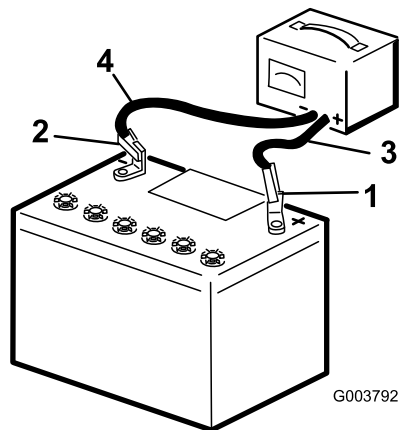

Figura 50
2. Încărcați bateria timp de 4 - 8 ore la 3 - 4 A (Figura 50). Nu supraîncărcați bateria.
3. Atunci când bateria este complet încărcată, deconectați încărcătorul de la priză electrică, apoi deconectați cablurile încărcătorului de la clemele bateriei (Figura 50).